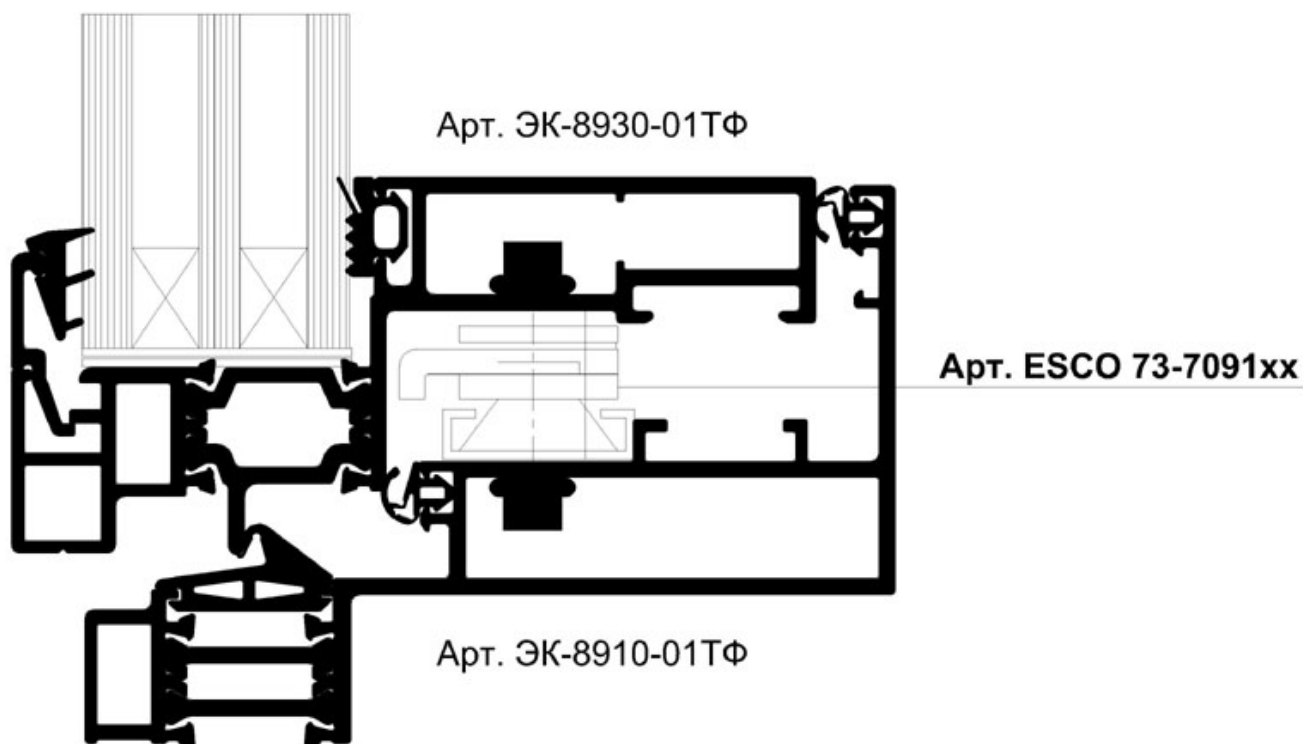

Рис.1.
1. Ножницы должны быть установлены в пазы профиля, как показано на рис. 1